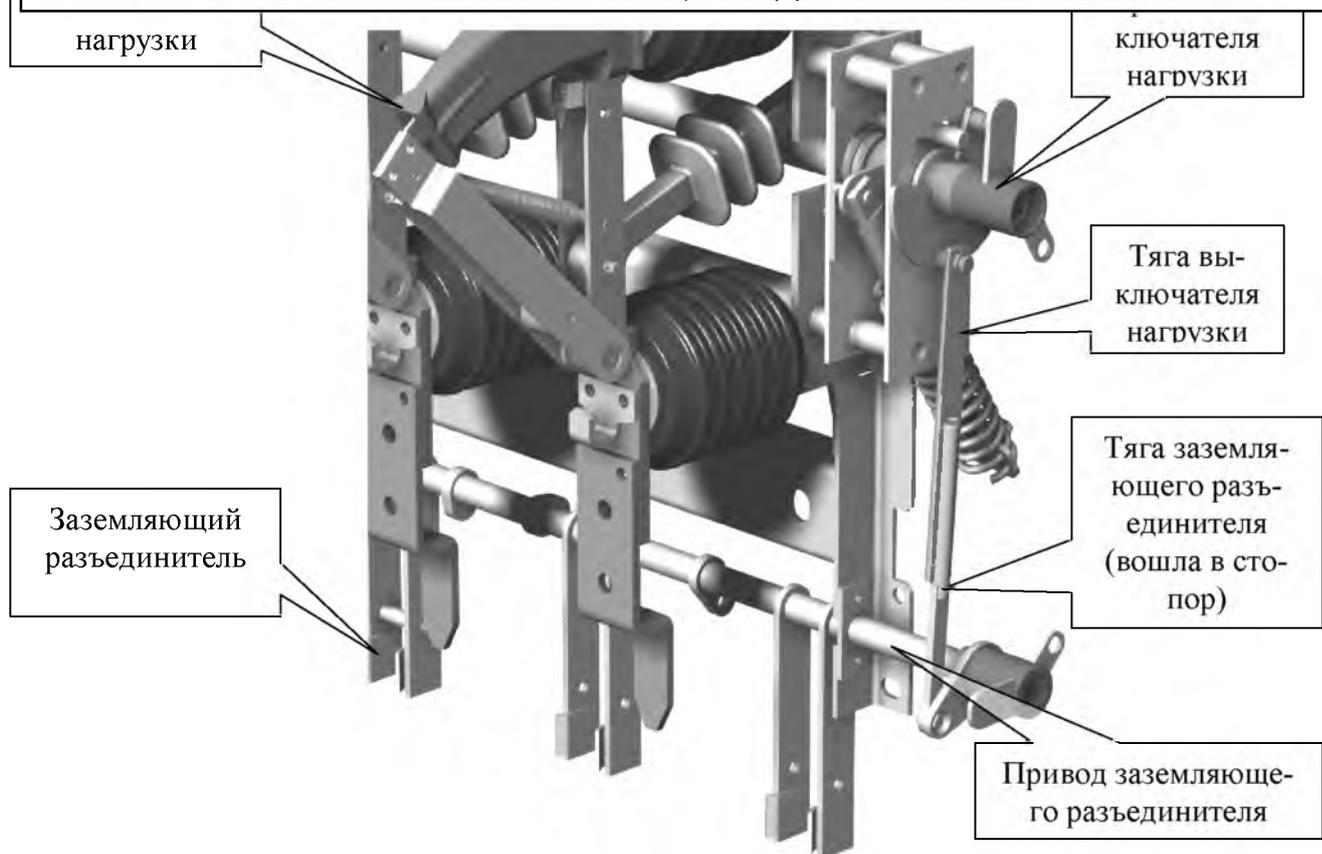

Рисунок 2 - Блокировка выключателя нагрузки и заземляющего разъединителя (выключатель нагрузки включен, заземляющий разъединитель отключен).
- невозможно включить заземляющие ножи, открыть дверь отсека, вставить инвентарную перегородку при включённом разъединителе или ВНА (рисунок 2, 3, 4, 5, 6);
- невозможно включить разъединитель или ВНА при включенных заземляющих ножах, открытой двери* (рисунок 2, 3, 4).